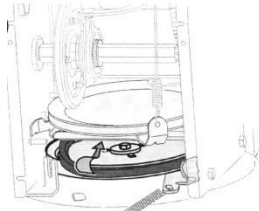

Fig. 18
● Freza este atașată la axul în spirală cu două știfturi de siguranță și un știft spintecat. Dacă freza atinge un obiect străin sau o acumulare de gheață, aruncătorul este proiectat de așa natură caștifturile să se rotească. Vezi Fig. 18.
5. Strecurați cureaua de direcție printre roata de fricțiune și discolucesteia. Vezi Fig. 18.